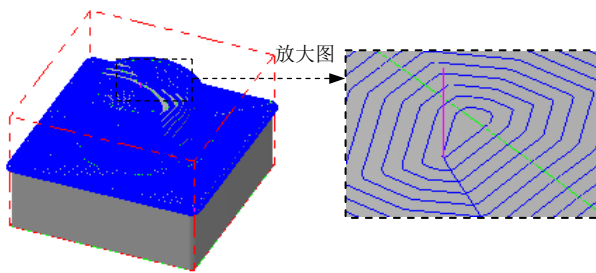

图 11.10.4 刀具路径
② 设置切削方式。在 **环绕等距精加工参数** 选项卡的 **大切屑间距 (M)** 文本框中输入值 0.5，并确认 **加工方向** 区域的  **顺时针** 单选项处于选中状态，取消选中 **恒定深度 (D)** 按钮前的复选框。
③ 完成参数设置。对话框中的其他参数保持系统默认设置值，单击“曲面精加工环绕等距”对话框中的  按钮，同时在图形区生成图 11.10.4 所示的刀具路径。
(1) 在“操作管理器”中单击 刀具路径 - 3141.2K - COREPART.NC - 程序号码 0 节点，系统弹出的“路径模拟”对话框及“路径模拟控制”操控板。
(2) 在“路径模拟控制”操控板中单击 按钮，系统将开始对刀具路径进行模拟，结果与图 11.10.4 所示的刀具路径相同，在“路径模拟”对话框中单击 按钮。